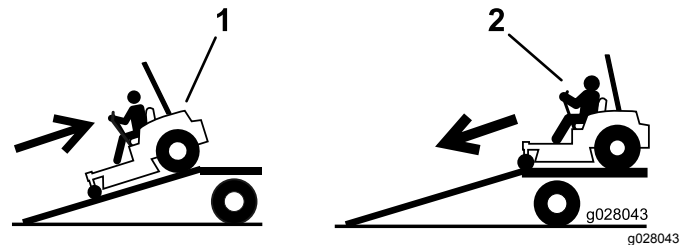

Figura 45
2. Baje la máquina por la rampa conduciendo hacia adelante (Figura 45).